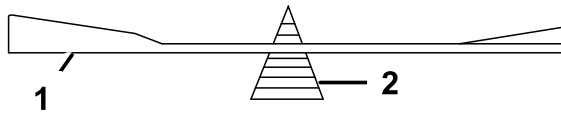

Figura 50
2. Verifique el equilibrio de la cuchilla colocándola sobre un equilibrador de cuchillas (Figura 50).